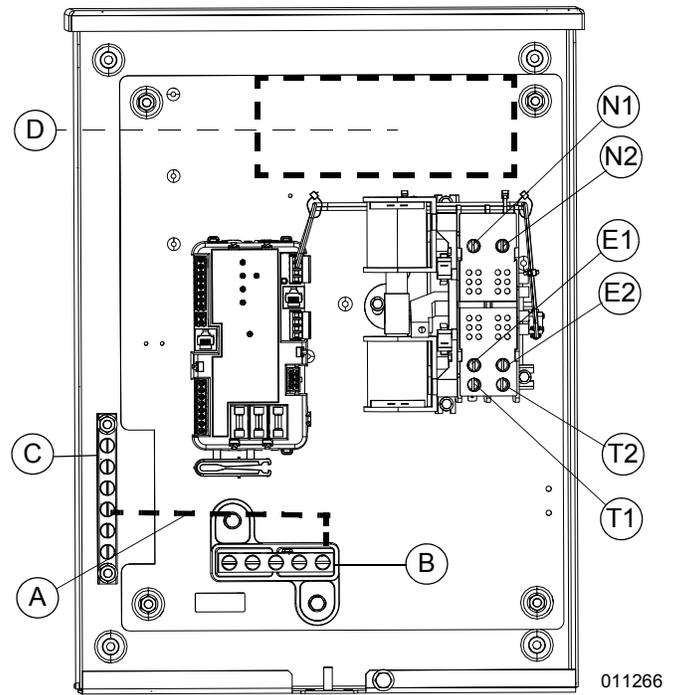

Figure 3-3. Câblage des modèles de 100 A
REMARQUE : Le modèle classé branchement d'abonné (« Service Rated ») 100 A comporte un sectionneur de réseau dans la zone (D) de la Figure 3-3.